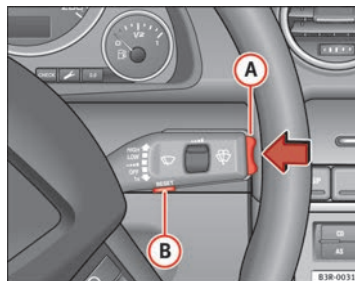

Abb. 58 Scheibenwischerhebel: Funktionswahlschalter
- Drücken Sie den Funktionswahlschalter im Scheibenwischerhebel **A** ⇒ Abb. 58 oben bzw. unten, um den eingestellten Wert zu verändern. Die Werte laufen in Schritten von 10 km/h auf bzw. abwärts.
- Drücken Sie die Reset-Taste im Scheibenwischerhebel **(B)** ⇒ Abb. 58 solange, bis im Display das durchgestrichene Geschwindigkeitswarnsymbol der Warnschwelle 2 erscheint.